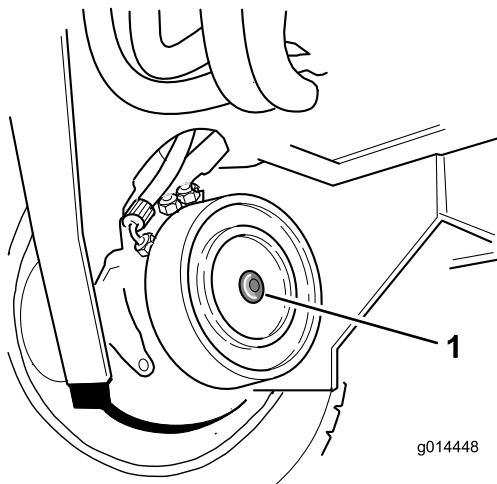

Bild 51
2. Machen Sie die rechte Vorderradmotorscheibenbremse ausfindig und entfernen Sie die Sechskantschraube (Bild 51).